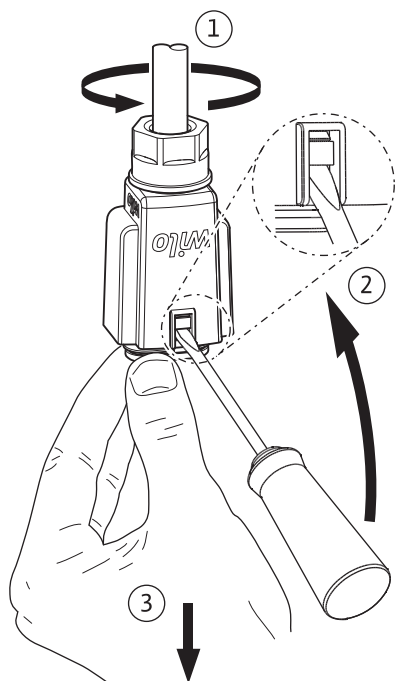

Fig. 6: Démontage du Wilo-Connector
- Retirer le Wilo-Connector du circulateur et le démonter à l'aide d'un tournevis approprié (Fig. 6).